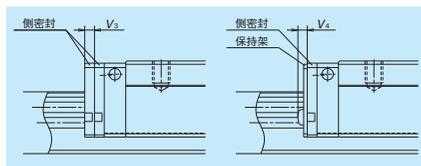

图 15
(3) 双密封、护板
- 侧密封、护板安装时的厚度增量 V_3 、 V_4 的尺寸如表 10 所示。(图 15)